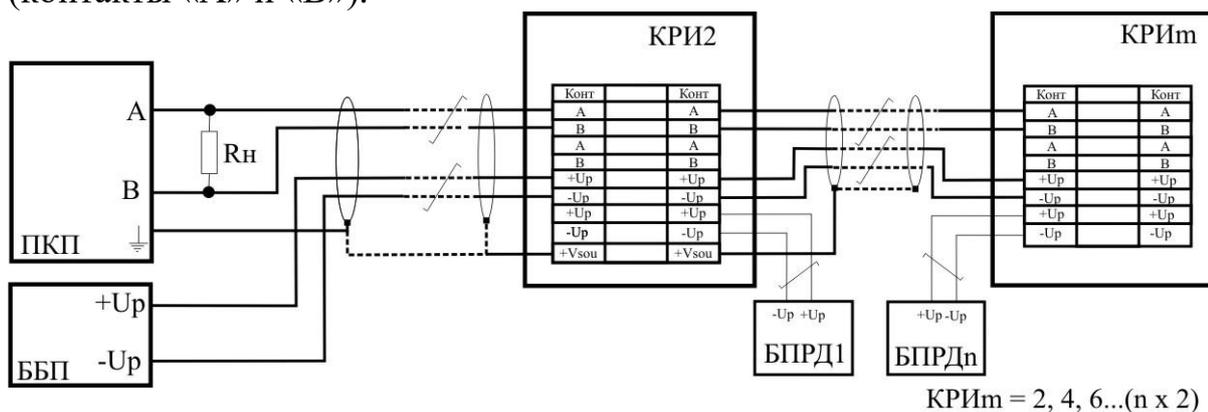
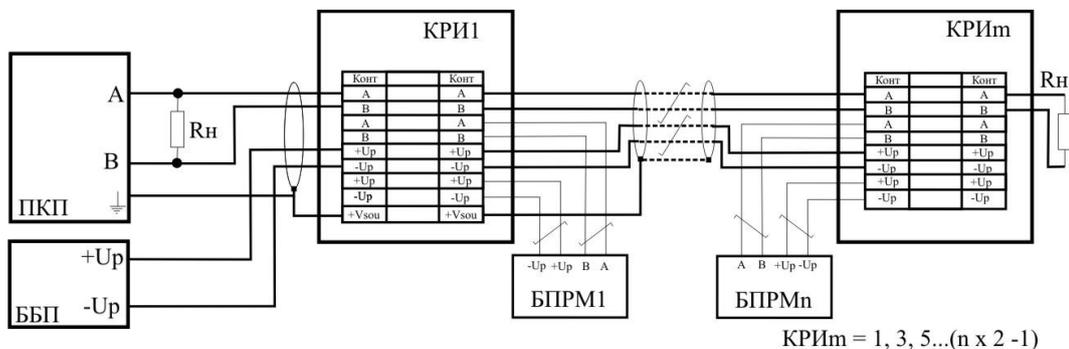

Рис. 10.3
Рис.10.4
10.6.2 **Кабель БПРД** подключить к зажимам КРИ (КССТ-2, КССТ-1, КС-1, КС-2 или др.) в соответствии с маркировкой, рис.10.3 и табл. 10.3. (табл. 10.4 для модификации «С»). На КРИ последнего БПРД можно не подключать линию связи RS-485 (контакты «А» и «В»).
10.6.3 **Кабель БПРМ** подключить* к зажимам КРИ* в соответствии с маркировкой на КРИ (КССТ-1, КССТ-2, КС-1, КС-2), рис. 10.4 и в табл. 10.5 (в табл. 10.6 для модификации «С»). На рис. 10.3 показаны только подключения БПРМ, начи-